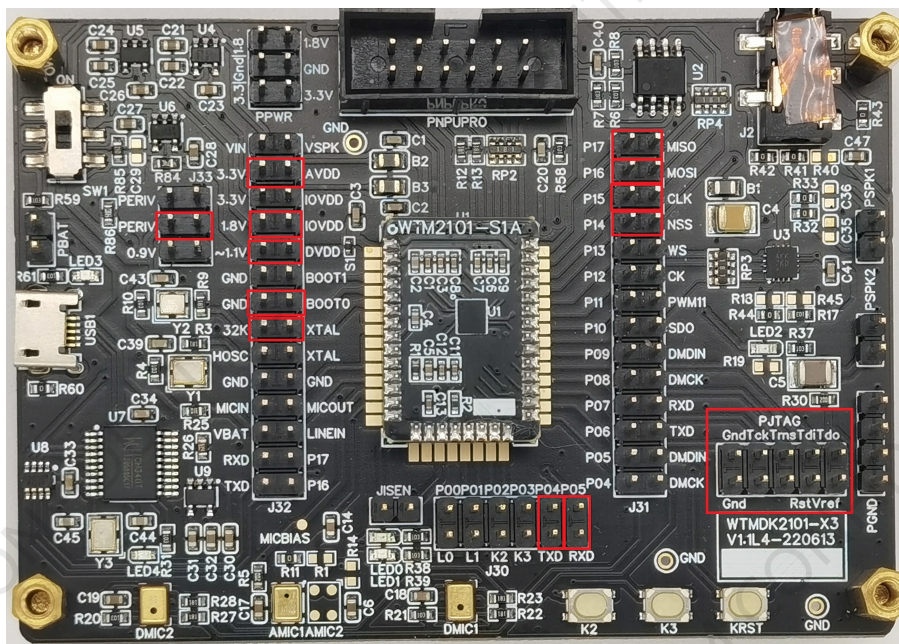

图1. 硬件连接参考图
1. 参考硬件接线图1连接各个跳线（包含参考供电，JLink，QSPI等连接）